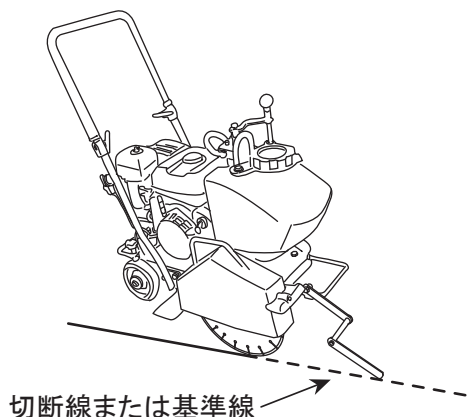

図 27
1. 切削ガイドを切断線または基準線に合わせます。(図27)